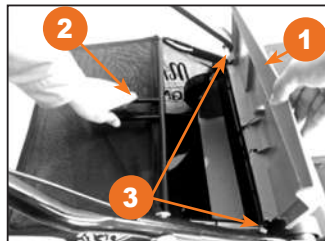

Рис. 9
4. Поднимите защитную крышку **1** и закрепите травсоборник **2** сзади устройства на специальные крючки **3** (рис. 9).